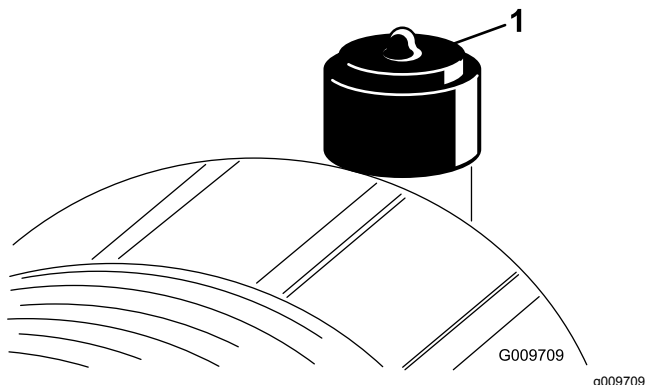

Figure 73
Faites l'entretien du filtre à air uniquement quand l'indicateur de colmatage (Figure 73) indique que cela est nécessaire. Changer le filtre à air prématurément ne fait qu'accroître le risque de contamination du moteur par des impuretés quand le filtre est déposé.
2. Réarmez l'indicateur de colmatage (Figure 73) s'il est rouge.